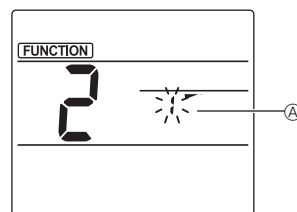

Fig. 2
② Välja nummer för fläktblad (Fig. 2) Tryck på knapparna [] för att välja nummer [] för fläktblad och tryck därefter på knappen [SET].